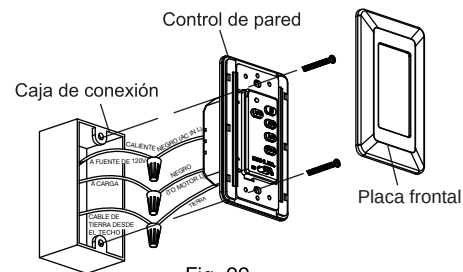

Fig. 29
Paso 2. Coloque el control de pared en la caja de conexión, conecte los cables con los conectores suministrados. (Fig. 29)
Paso 3. Asegure las conexiones de los cables y compruebe que no haya hilos o conexiones sueltas. Vuelva a colocar las conexiones de los cables dentro de la caja de conexión y asegure el control de pared a la caja de conexión con los tornillos suministrados. Ajuste la placa frontal al control de pared. (Fig. 29)